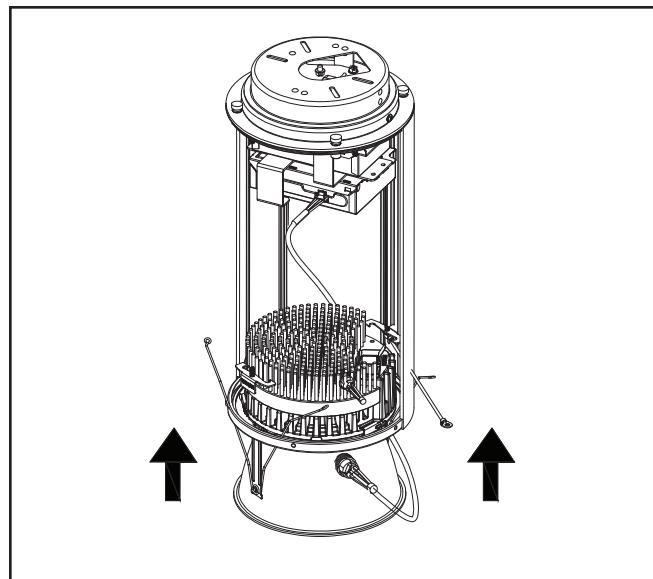

Figure 13
5. Une fois le câble connecté au bloc-piles, installez l'ensemble du module de garniture dans le cylindre (suivez les instructions d'installation standard). (Figure 13)